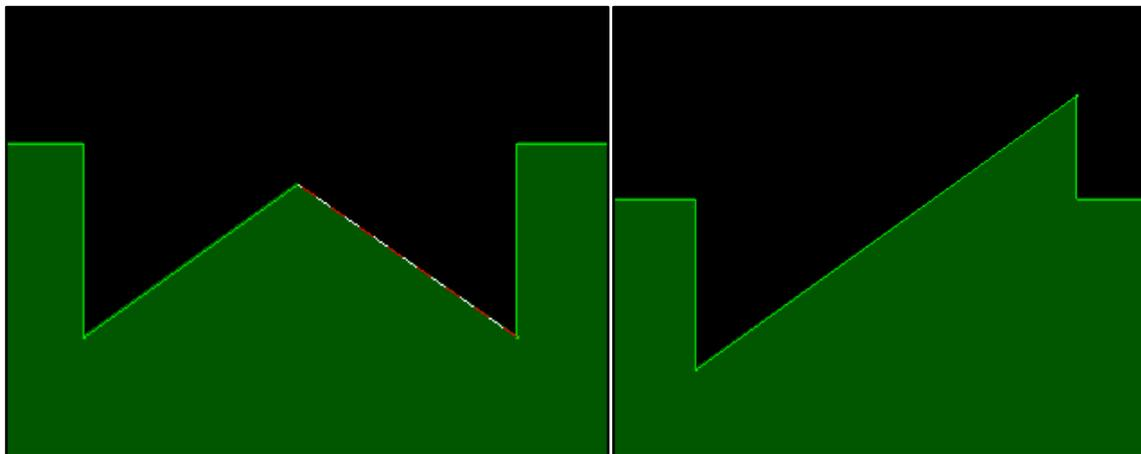

Рис. 6.54 Состояние полигона до и после выполнения операции *Remove/Extend*.
- **Remove/Extend** – Удаляет выбранный сегмент и продолжает оставшийся после удаления до ближайшей точки пересечения со следующей линией (Рис. 6.54).